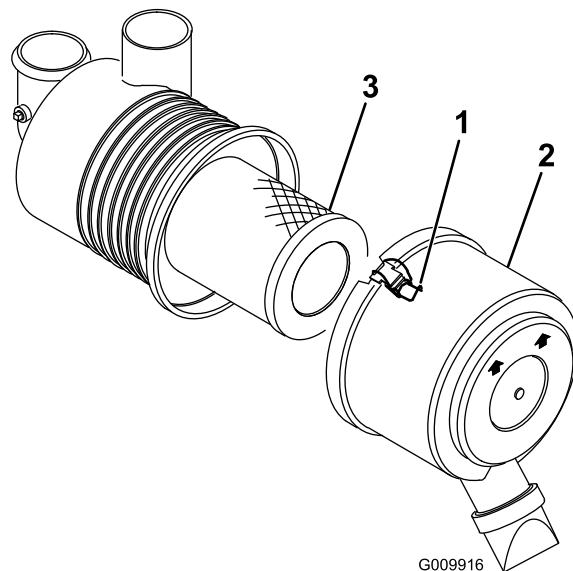

Figure 44
1. Desserrez les fixations qui maintiennent le couvercle sur le corps du filtre à air (Figure 44).
4. Déposez le filtre et mettez-le au rebut (Figure 44).